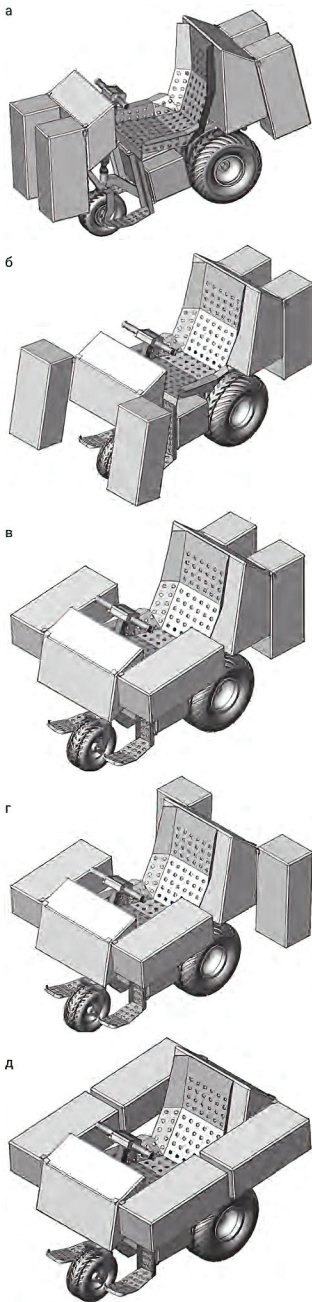

Рис. 3. Трансформация транскутера «Аква» из опции «на суше» в опцию «на воде»: а–д — последовательность поворота поплавков
- поплавки установлены на поворотных бортах с возможностью оперативной трансформации из положения «на суше» в положение «на воде» и обратно (рис. 3);